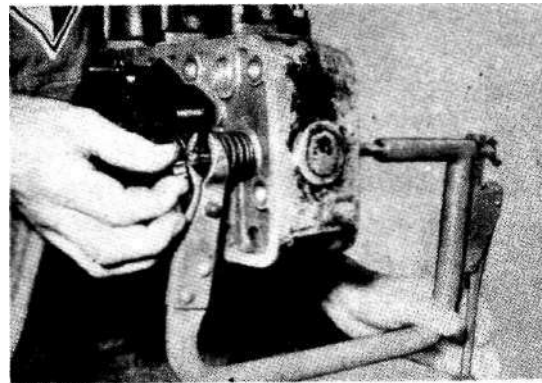

Bild 4-88
2. Ventile ausbauen. (Bild 4-88)